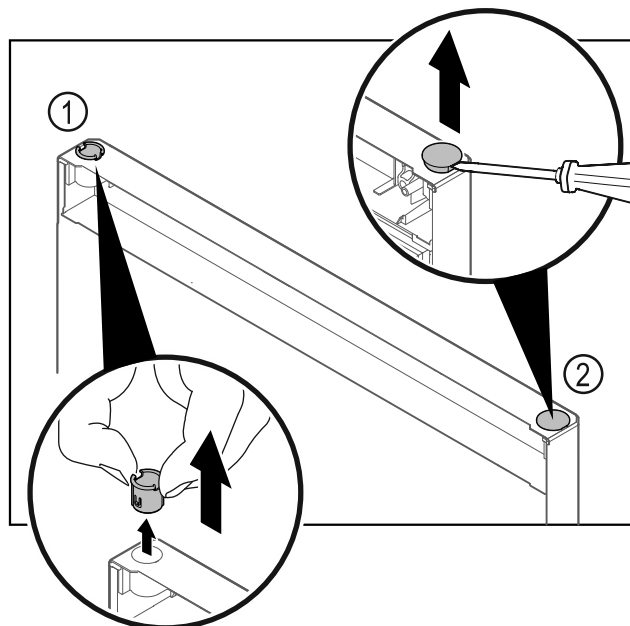

Fig. 27
- Pušo tečaja Fig. 27 (1) snemite s prsti.
- S ploščatim izvijačem previdno dvignite krovni čep Fig. 27 (2) in ga izvlecite.